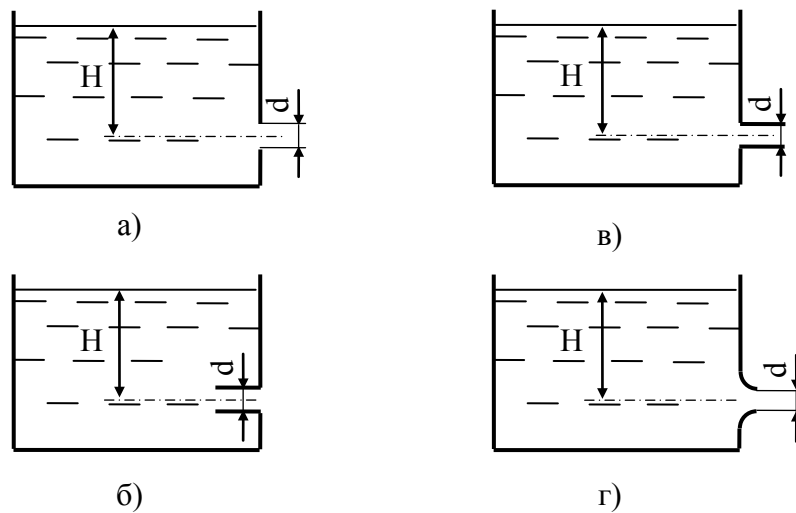

Рисунок 11.1
11.2.1 Визначити витрату води, що витікає з басейну (рис. 11.1): через отвір в стінці Q_0 (рис. 11.1, а); через внутрішній циліндричний насадок $Q_{\text{в.н.}}$ (рис. 11.1, б); через зовнішній циліндричний насадок $Q_{\text{з.н.}}$ (рис. 11.1, в); через коноїдальний насадок $Q_{\text{к.н.}}$ (рис. 11.1, г). Внутрішній діаметр вихідних отворів $d = 100$ мм. Висота рівня води над центром отвору 5 м.